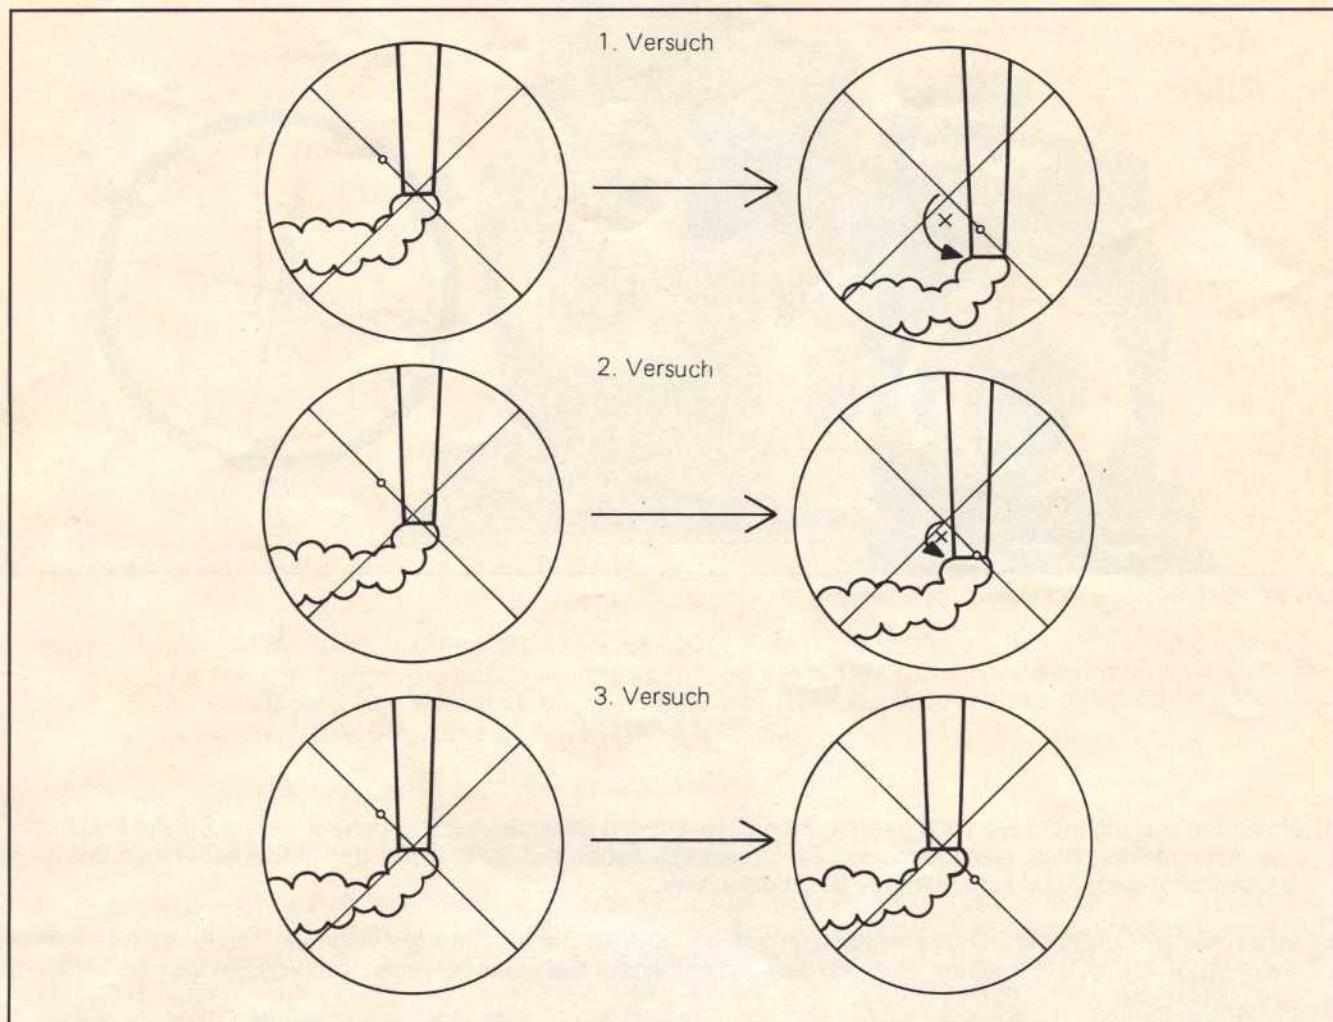

Abb. 41: Zentrierung der optischen Achse des Polsuchers
- e) Wiederholen Sie die Schritte a) bis d) solange, bis das Bild im Fadenkreuz während der Schwenkvorgänge stationär bleibt (Abb. 41).